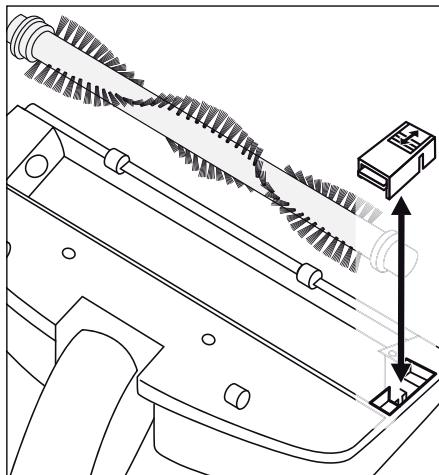

Fig. 4
În timp, pe peria rotativă **⑭** se pot fixa impurități, ca de exemplu păr. Pentru a le îndepărta, puteți să demontați peria rotativă **⑭** (fig. 4).
- 3) Scoateți peria rotativă **⑭**.
- 4) Pentru a introduce din nou peria rotativă **⑭** împingeți mai întâi capătul lat pe axul de acționare, astfel încât peria rotativă **⑭** să fie prinșă acolo.
- 5) Apoi împingeți celălalt capăt în suport, astfel încât peria rotativă **⑭** să fie poziționată drept în duza pentru pardoseală.